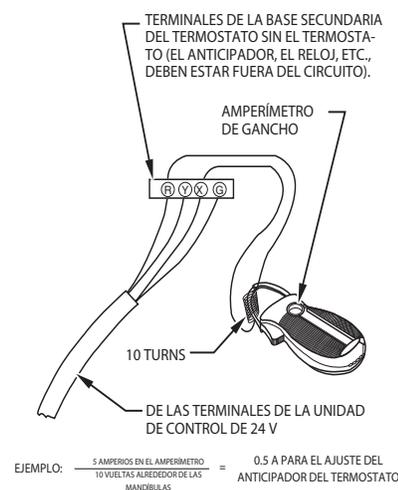

Fig. 66 – Verificación del amperaje con un amperímetro
El flujo de aire de enfriamiento de alta velocidad o de una velocidad se ajusta si se ponen los interruptores de configuración SW2-1, SW2-2 y SW2-3, ya sea en ON (Activado) o en OFF (Desactivado). Seleccione el flujo de aire necesario en la Tabla 5. La tabla se basa en 350 CFM por tonelada. Para conocer otras selecciones del interruptor de configuración de CFM por tonelada, consulte la Fig. 37, la Fig. 60 y la Fig. 66.
- c. Conecte un amperímetro entre los terminales R y W de la subbase o entre los cables R y W de la pared, como se muestra en la Fig. 66.